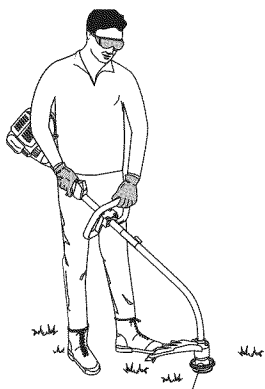

Fig. 12
Antes de operar esta unidad, párese en posición de operación (Fig. 12). Verifique lo siguiente:
- Inserte ambos extremos de su línea a través de los agujeros adecuados en el lado de la cabeza de corte (Fig. 12).